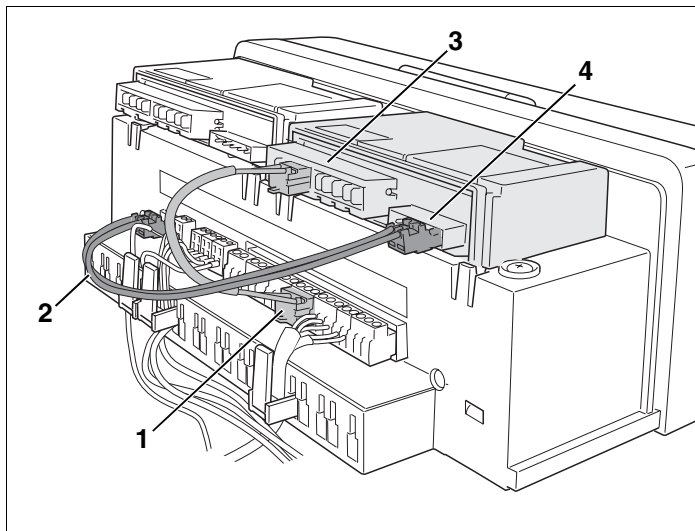

Рис. 7 Подключение первого функционального модуля
- Правильно вставьте сетевой провод и шину (рис. 7, **поз. 1** и **2**) системы управления отопительного котла в клеммы (рис. 7, **поз. 3** и **4**) первого функционального модуля.
- Правильно подключите другие компоненты к клеммам (рис. 7, **поз. 3** и **4**) функционального модуля согласно схеме соединений.
- Правильно вставьте сетевой провод и шину (рис. 7, поз. 1 и 2) первого функционального модуля в клеммы второго функционального модуля.